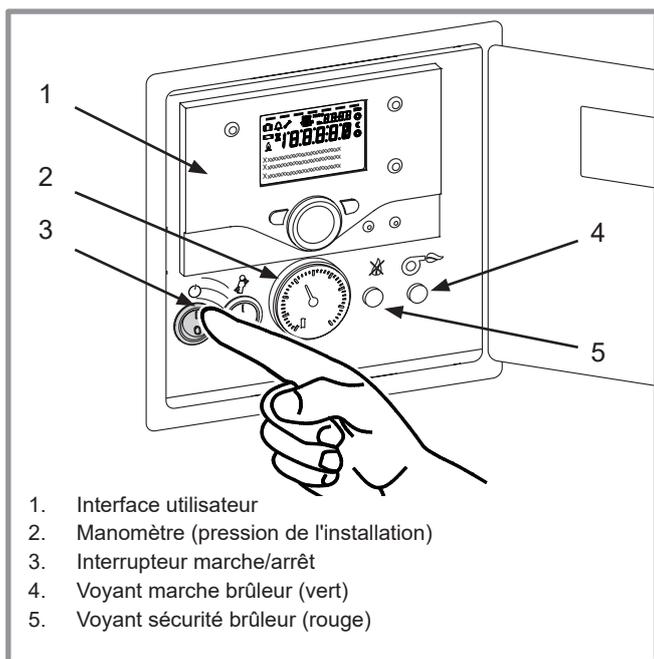

figure 5 - Mise en marche
- S'assurer que l'installation est bien remplie d'eau et correctement purgée et que la pression au manomètre (rep. 2, fig. 5) est suffisante (1.5 à 2 bar).